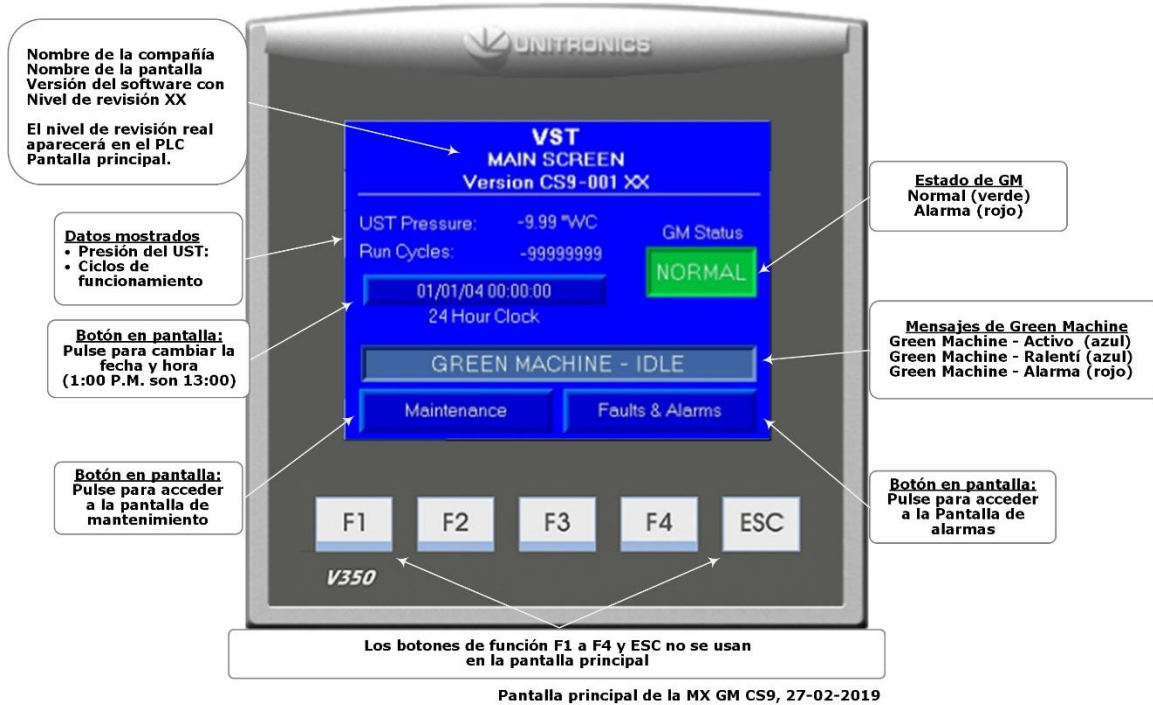

Figura 11-3: Pantalla principal
- El PLC del panel de control siempre se encenderá en la pantalla principal. **Vea la figura 11-3.**